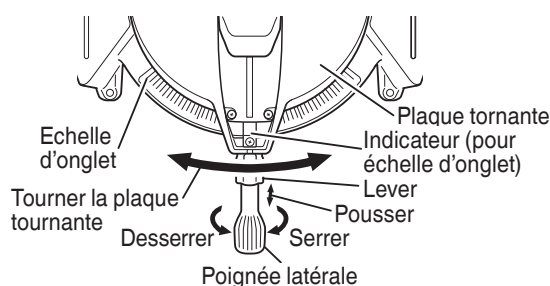

Fig. 16
- (1) Desserrer la poignée latérale et appuyer sur le levier pour les butées d'angle. Cela fait, régler la plaque tournante jusqu'à ce que l'indicateur soit aligné avec le réglage désiré sur l'échelle de coupe d'onglet (Fig. 16).
- (2) Resserrer la poignée latérale pour fixer la plaque tournante à la position voulue.